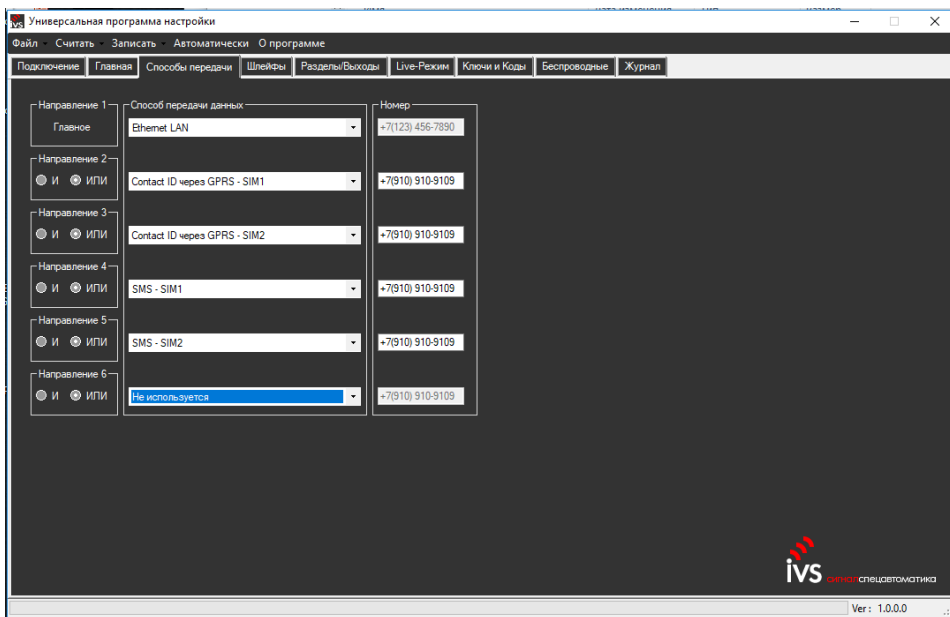

Рисунок 14 - Вкладка «Способы передачи»
- в поле «Способ передачи данных» (Направление 1 — Главное) (см. рисунок 14) выберите способ передачи данных.